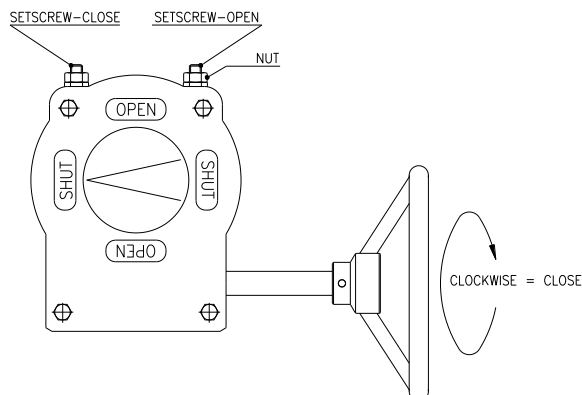

Abbildung 10: Einstellung der Stellschrauben für linkshändige Getriebe
4. Wenn die vollständig geschlossene Position nicht erreicht werden kann, lösen Sie die Stellschraube „Schließen“ (siehe Abbildung 10), indem Sie diese entgegen dem Uhrzeigersinn drehen. Drehen Sie das Handrad weiter, bis die Armatur vollständig geschlossen ist.